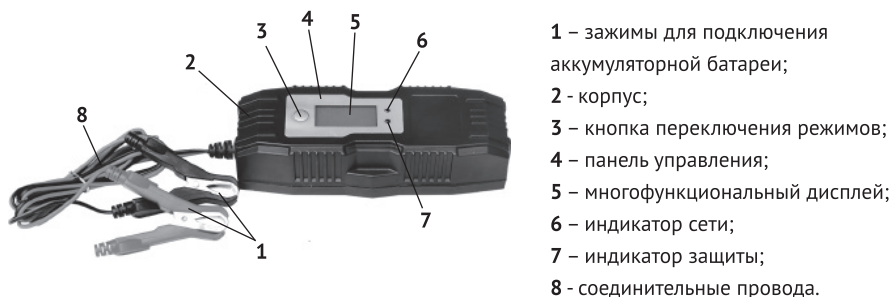
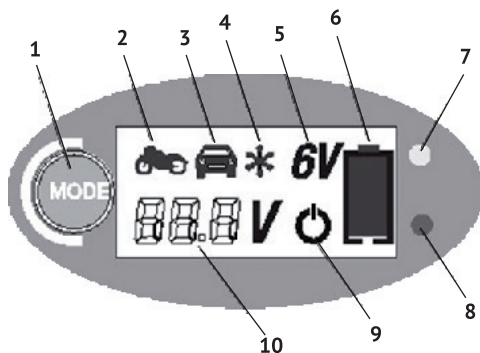

рис.1
рис.2
4.1 Общий вид зарядного устройства представлен на рис. 1:
4.2 Общий вид панели управления представлен на рис. 2:
Назначение элементов панели управления и символов дисплея (рис.2):
4.3 Основные элементы устройства: микропроцессор, электронная плата и блок инверторного преобразования тока расположены в пластиковом корпусе (рис.1 поз.2). На панели управления (рис.1 поз.4) расположены: кнопка переключения режимов (рис.2 поз.1) индикаторы сети (рис.2 поз.7) и защиты (рис.2 поз.8). Дисплей (рис.1 поз.5) отображает процесс зарядки, подключённой АБ. К торцам устройства подключены: с одной стороны провода с зажимами для присоединения к клеммам АБ, с другой стороны кабель питания с вилкой.
При подключении устройства к питающей сети загорается индикатор сети (рис.2 поз.7).
После нажатия на кнопку переключения режимов (рис.2 поз.1) засветится дисплей в режиме ожидания:
В таком случае на панели устройства замигает индикатор (рис.1 поз.8) а на экране дисплея высветится: